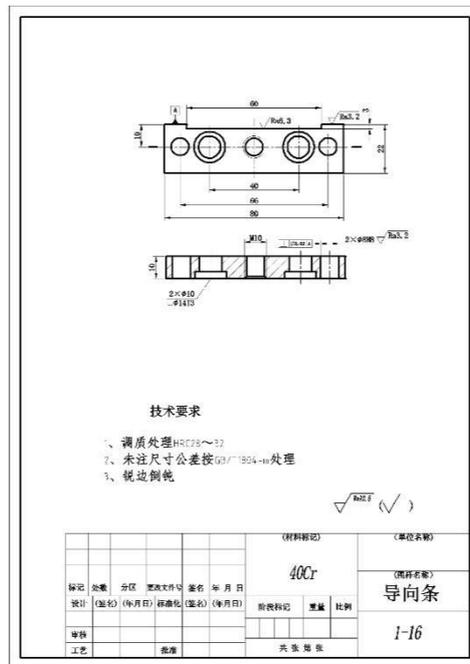

图 1-16 导向条
(1) 任务描述：根据提供的实物，手工测绘机械零件——导向条。零件照片见图 1-16。